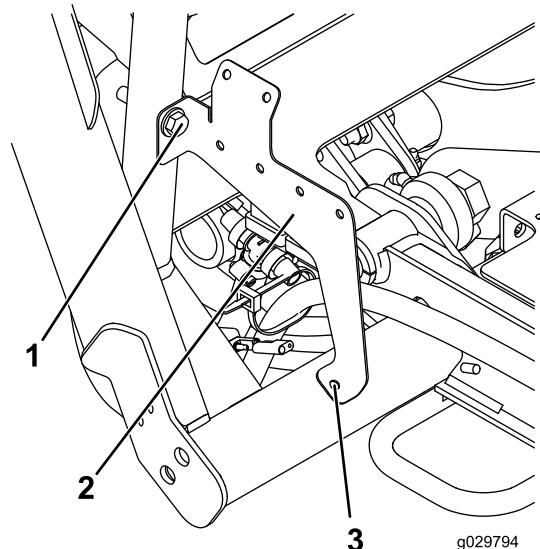

Рисунок 25
- Установите, не затягивая, кронштейн реле на раму, используя болт (3/8 x 2 дюйма), шайбу (0,406 дюйма) и гайку (3/8 дюйма), как показано на Рисунок 25.
- Отметьте место, показанное на Рисунок 25.